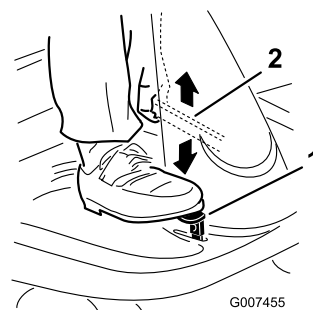

Figura 4
2. Levante la palanca del freno de estacionamiento (Figura 4) y levante poco a poco el pie del pedal de freno.
1. Pise a fondo el pedal de freno (Figura 4) y manténgalo en esa posición.
2. Empuje hacia abajo la palanca del freno de estacionamiento (Figura 4) y levante poco a poco el pie del pedal de freno.
1. Pise a fondo el pedal de freno y manténgalo en esa posición (Figura 4).